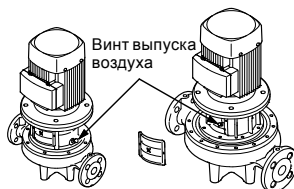

Рис. 31 Воздухоотводный винт
1. Закрыть запорный клапан на стороне нагнетания насоса и открыть винт выпуска воздуха в промежуточном корпусе насоса. См. рис. 31.
2. Отвернуть винт выпуска воздуха. См. рис. 31.
3. При пуске из насоса нужно удалить воздух, вывинтив для этого расположенный в промежуточном корпусе насоса винт выпуска воздуха до тех пор, пока из отверстия для выпуска воздуха не потечет рабочая жидкость. См. на рис. 31.